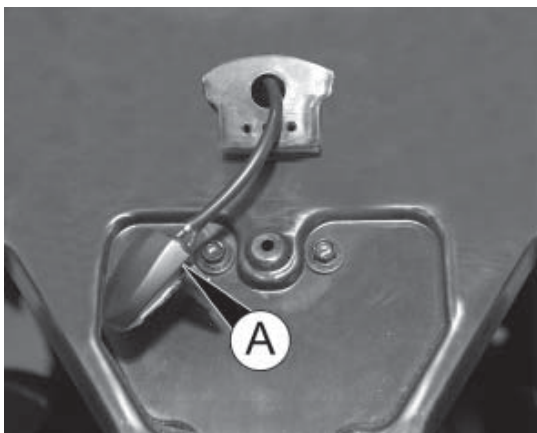

fig. 6
- asportare il gruppo completo lampada-portalampada A fig. 6 dalla copertura in plastica;
- introdurre il gruppo lampada-portalampada A fig. 6 all'interno della copertura in plastica;